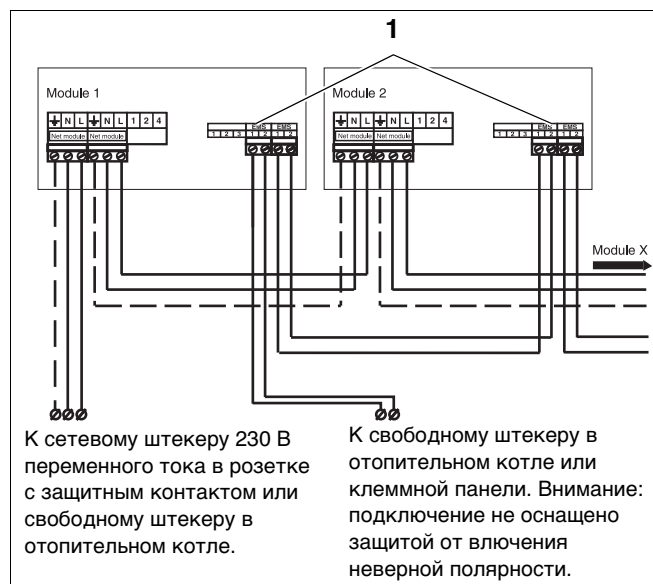
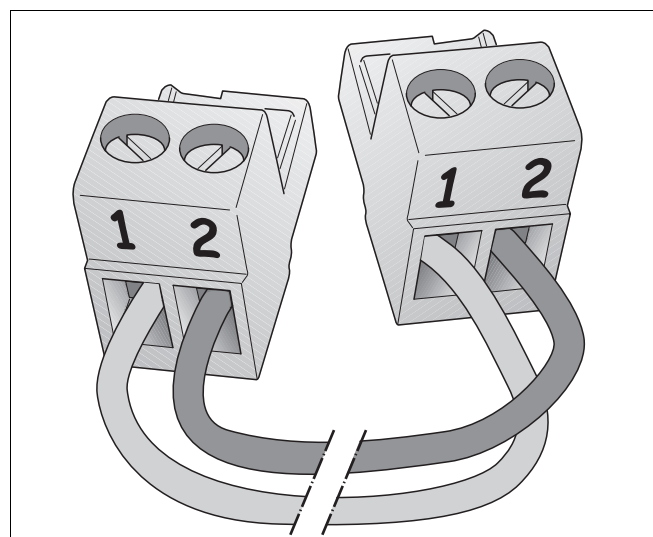
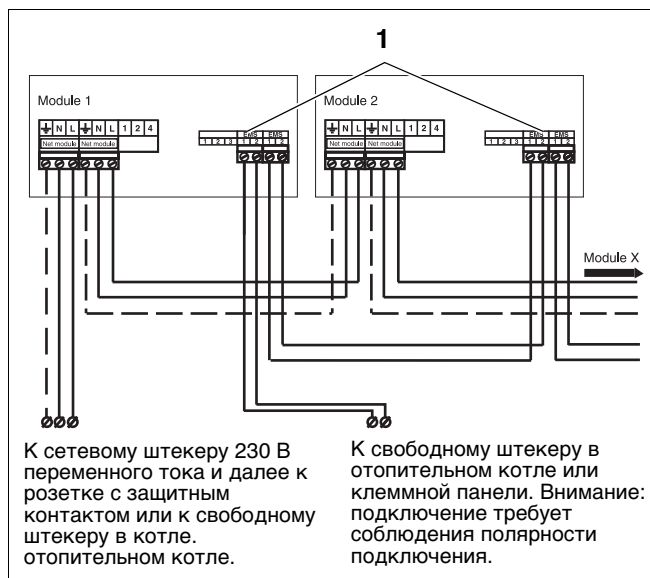

Рис. 49 Подключение нескольких модулей
Рис. 50 Полярность шины EMS
Рис. 52 Подключение нескольких модулей
- Подключить сетевой кабель 230 В переменного тока первого модуля к следующему модулю (рис. 49).
На модуле над подключением могут стоять буквы RC или EMS (рис. 49, поз. 1).
- При использовании нескольких модулей подключение шины EMS второго модуля может быть ответвлено от первого модуля. Для этого следует использовать кабель, входящий в комплект поставки модуля (рис. 49 и 50).
- Подключите кабель от клеммы 1 к клемме 1, а от клеммы 2 к клемме 2 (рис. 49 и рис. 50).
- Подключите кабель от клеммы 1 к клемме 1, а от клеммы 2 к клемме 2 (рис. 50 и рис. 52).
- Другой конец соединительного кабеля шины EMS подключить к первому модулю (рис. 52).
- Подключить соединительный кабель шины EMS первого модуля к следующему модулю (рис. 52).
- Подключить сетевой кабель 230 В переменного тока к модулю (рис. 52). При использовании нескольких модулей электроснабжение 230 В переменного тока следующего модуля может быть ответвлено от предшествующего модуля с помощью штекера, входящего в комплект поставки модуля и трехполюсного силового кабеля сечением 0,75 мм2 с защитным заземляющим проводом.
- Питающий кабель 230 В переменного тока предшествующего модуля подключить к следующему модулю (рис. 52).